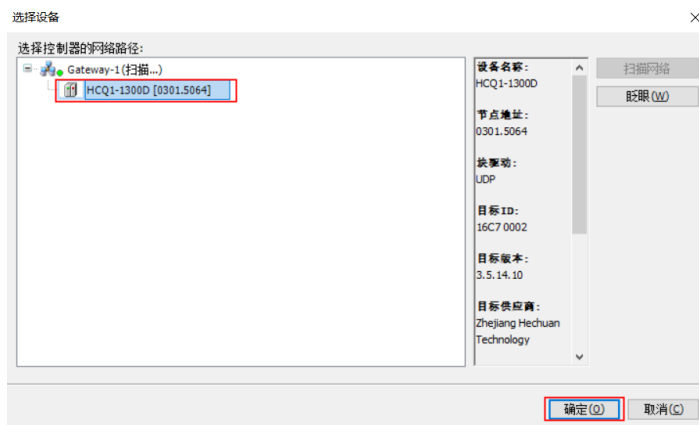

图 13-6 确定连接
3. 弹出页面如图 13-6 所示, 选择扫描到的【HCQ1-1300D】, 点击【确定】, 此时电脑连接上控制器。